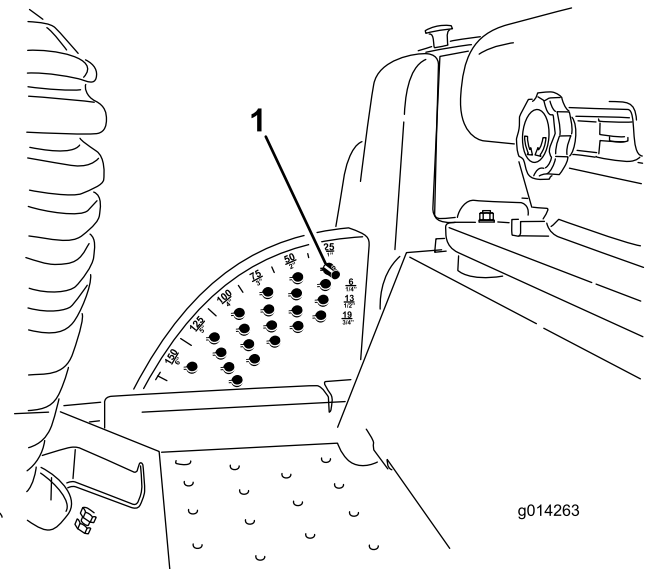

Bild 16
Hinweis: Wenn Sie das Mähwerk in der angehobenen Stellung arretieren möchten, heben Sie das Mähwerk über die 15 cm Stellung an, nehmen Sie den Schnitthöhenanschlagsstift ab (siehe Einstellen der Schnitthöhe) und setzen Sie den Stift in die 15 cm Schnitthöhenstellung (Bild 16).
1. Ziehen Sie den Mähwerkhubhebel bei laufendem Motor zurück, bis das Mähwerk ganz angehoben ist, und lassen Sie den **Hebel sofort los** (Bild 16).
in den Löchern in der Schnitthöhenhalterung ausgerichtet sind. Nehmen Sie ihn dann ab (Bild 16).
3. Wählen Sie ein Loch in der Schnitthöhenhalterung, das der gewünschten Schnitthöhe entspricht, stecken Sie den Stift ein und drehen Sie ihn ein, um ihn zu arretieren (Bild 16).
Hinweis: Es gibt vier Reihen der Lochpositionen (Bild 16). Die oberste Reihe ergibt die Schnitthöhe, die über dem Stift steht. Die zweite Reihe ergibt die Schnitthöhe plus 6 mm. Die dritte Reihe ergibt die Schnitthöhe plus 12 mm. Die unterste Reihe ergibt die Schnitthöhe plus 18 mm. Für die Stellung von 15,8 cm gibt es nur ein Loch, das in der zweiten Reihe ist. Mit diesem Loch werden nicht 6 mm den 15,8 cm hinzugefügt.